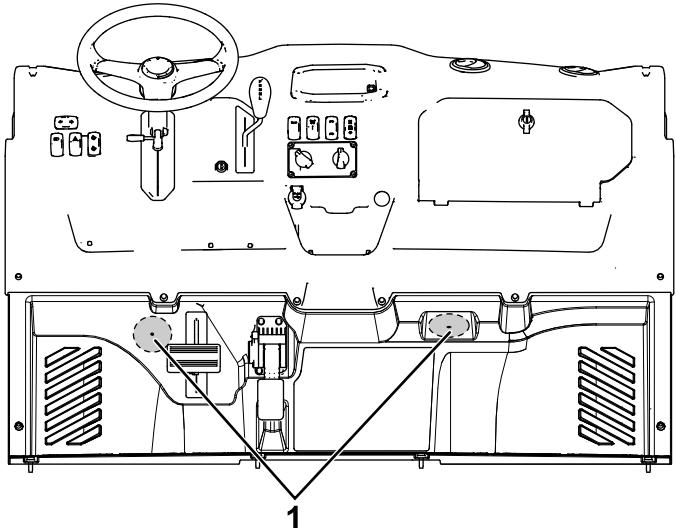

Рисунок 12
- Сделайте 2 направляющих лунки в панели пола (Рисунок 12) и просверлите 2 отверстия (76 мм) непосредственно над направляющими лунками.